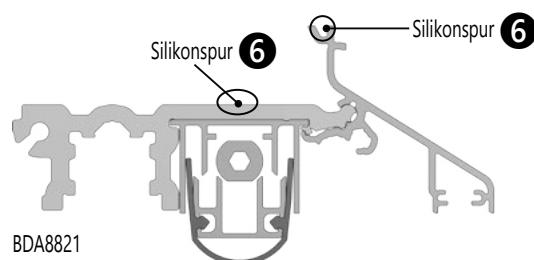

Abb. 3
6. Am Adapterprofil 2 Spuren Silikon lt. Skizze anbringen (Abb. 3) und die Endkappen ebenfalls zum Flügel hin mit Silikon abdichten.